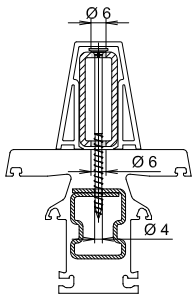

Abb.1 Variante 1
- Verschrauben Sie die Lisene mit dem Pfosten (Abb. 1). Schraubkopf auf Lisene